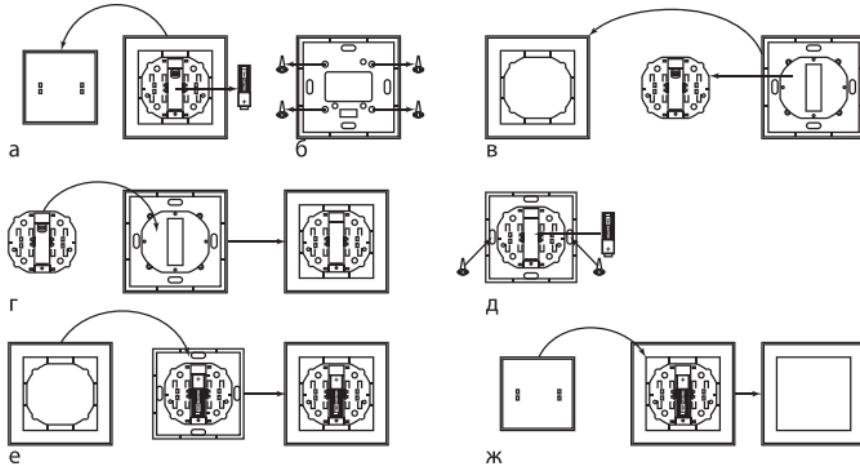

Рисунок 2. Монтаж радиовыключателей РВ1, РВ2 при помощи саморезов
5.2.1. Снять верхнюю крышку с выключателя и вытащить элемент питания (рисунок 2а).
5.2.2. Открутить на основании выключателя 4 крепежных шурупа (рисунок 2б).
5.2.3. Снять декоративную рамку (рисунок 2в).
5.2.4. Установить механизм выключателя обратно в основание, закрутить шурупы обратно (рисунок 2г). При установке механизма необходимо учитывать его первоначальное расположение на основании
5.2.5. Вставить в механизм выключателя элемент питания LR23A 12V, в соответствии с указанной полярностью, прикрепить основание выключателя к монтажной плоскости (рисунок 2д), надпись «UP» с задней стороны радиовыключателя должна быть сверху.
5.2.6. Установить декоративную рамку обратно на выключатель, и закрепить ее на выключателе нажатием до щелчка (рисунок 2е).
5.2.7. Установить обратно верхнюю крышку (рисунок 2ж), радиовыключатель готов к использованию.
5.3.1. Снять верхнюю крышку с выключателя (рисунок 2а).
5.3.3. Установить обратно верхнюю крышку (рисунок 2ж), радиовыключатель готов к использованию.
5.3.2. Вставить в механизм выключателя элемент питания LR23A 12V, в соответствии с указанной полярностью, прикрепить выключатель к монтажной поверхности при помощи двухстороннего скотча (рисунок 2е), надпись «UP»